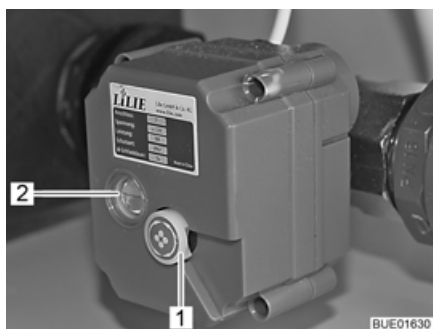

Fig. 196 Rubinetto di scarico ad azionamento elettrico
Una linea rossa nella finestrella di controllo (Fig. 196,2) del rubinetto di scarico ad azionamento elettrico indica lo stato del rubinetto:
- Sfilare e ruotare (in qualsiasi direzione) la manopola (Fig. 196,1) sul rubinetto di scarico ad azionamento elettrico.